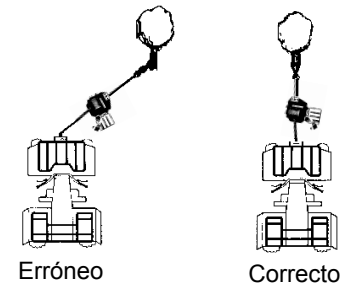

Figura 5
14. EVITE REALIZAR TIROS CONTINUOS DESDE ÁNGULOS EXTREMOS, ya que esto hará que el cable de acero se enrolle más en un extremo del tambor (Figura 5). Esto puede atascar el cable de acero en el cabrestante y provocar daños en el cable mismo o en el cabrestante.